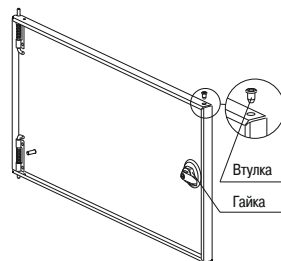

Рисунок 9
4.1.9 Вставьте в отверстие двери замок, предварительно скрутив с него гайку. Проверьте правильность установки замка. При правильной установке замок должен переводиться в положение «Закрыто» сверху вниз. Закрепите замок на двери гайкой (рисунок 9).
4.1.10 Вставьте в отверстия двери, сверху и снизу, пластмассовые втулки (рисунок 9).